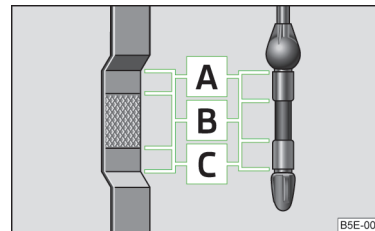

Abb. 183
- Liegt der Ölstand oberhalb des Bereichs A » Abb. 183 auf Seite 217,  nicht weiterfahren! Den Motor abstellen und die Hilfe eines Fachbetriebs in Anspruch nehmen.
Der Ölmesstab zeigt den Motorölstand an » Abb. 183.
Der Ölstand darf keinesfalls oberhalb des Bereichs **A** » Abb. 183 liegen - es besteht die Beschädigungsgefahr der Abgasanlage!